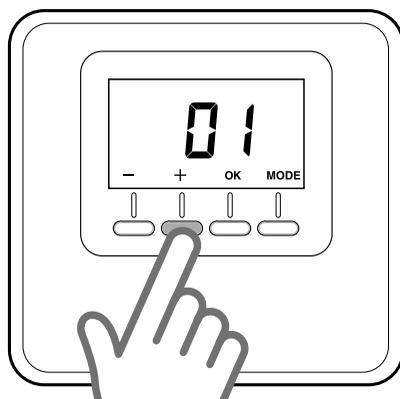

Рис. 16
- Чтобы выбрать назначаемую зону, нажмите кнопки «+» или «-» (Рис. 16).